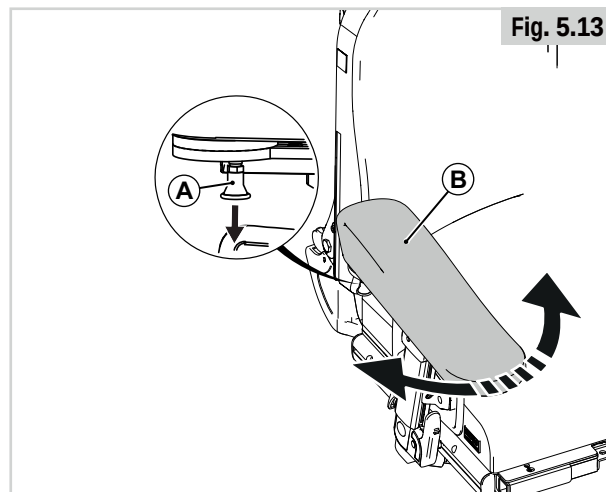

Fig. 5.13
5.8 Accoudoir pour personne hémiplegique (Fig. 5.13)